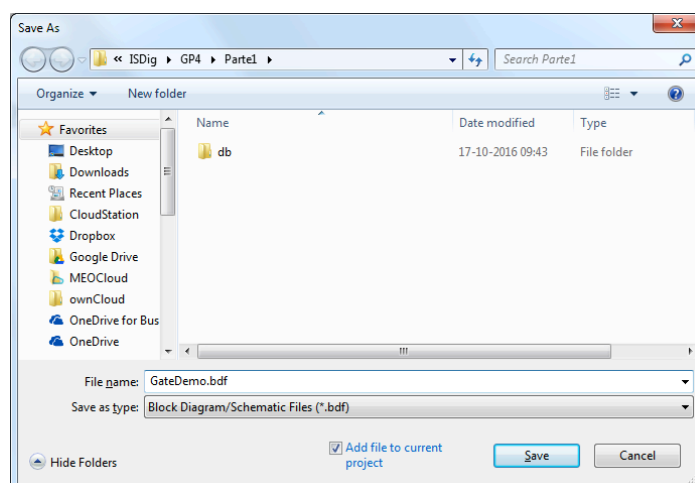

Figura 14 – Caixa de diálogo para gravação do ficheiro “GateDemo.bdf”.
7. Grave o ficheiro, cujo nome deverá ser “GateDemo.bdf” (Figura 14).